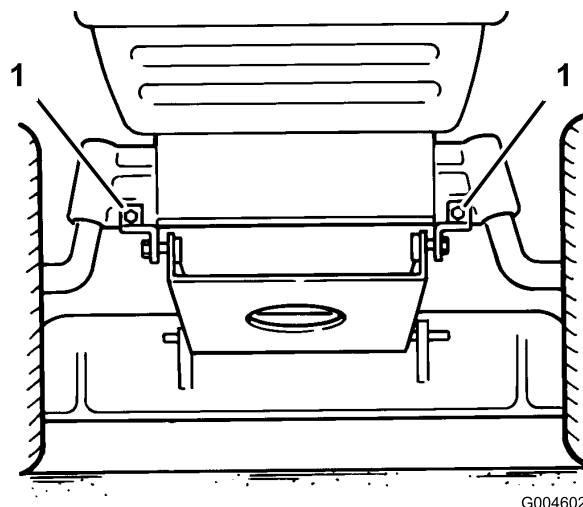

Bild 41
14. Ziehen Sie die zwei Mähwerkgelenkbefestigungshalterungen von der Vorderachse (Bild 41).
11. Montieren Sie die Mähwerk-Schwenkhalterungen mit Schrauben und Sicherungsmuttern an der Vorderachse (Bild 41).